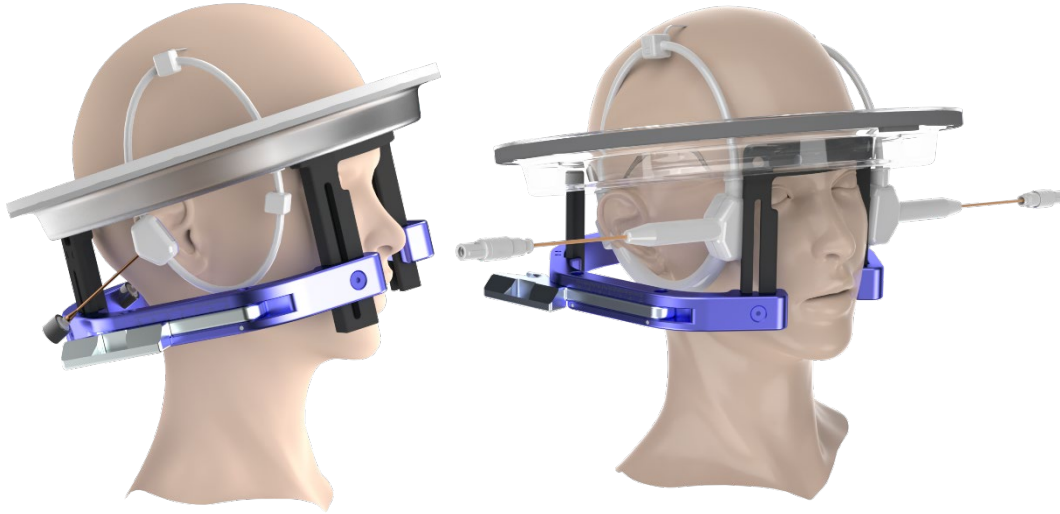
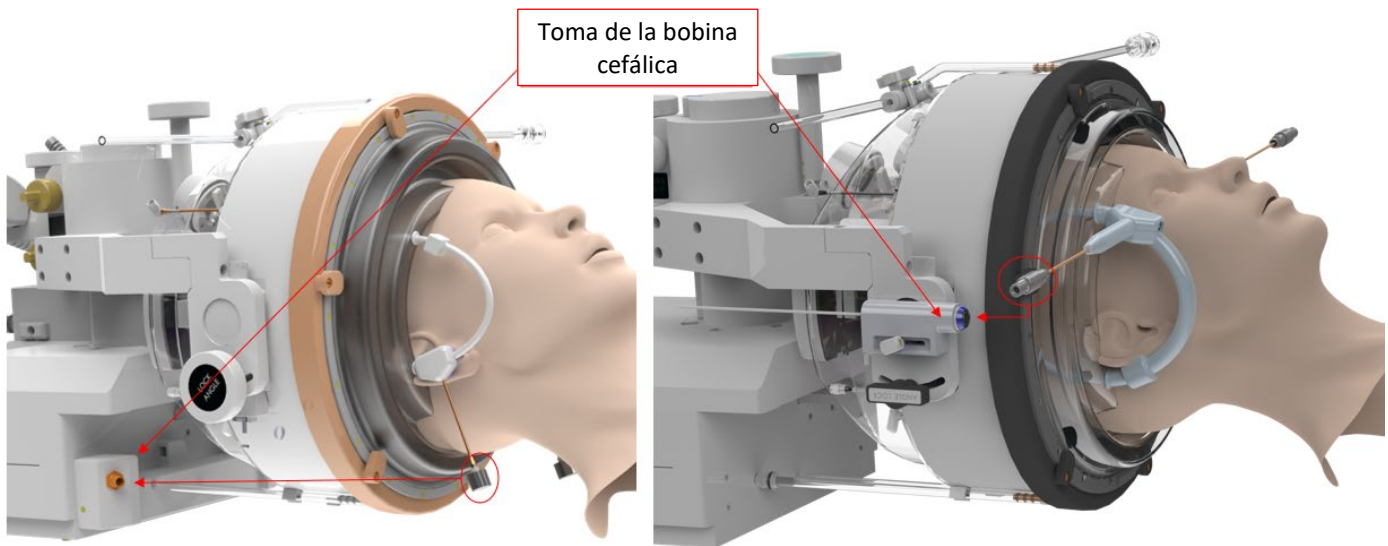

Figura 3-7: Ejemplos de posiciones de la membrana del paciente
Figura 3-8: Ejemplos de disposiciones de la membrana del paciente según la posición de la toma de la bobina cefálica
- En las membranas con una bobina cefálica integrada: Asegúrese de que los conectores de la bobina cefálica estén en una posición compatible en relación con la posición de la toma de la bobina del transductor (consulte la **Figura 3-7** y la **Figura 3-8**).
7. Si corresponde: conecte la bobina cefálica (consulte la **Figura 3-8**).